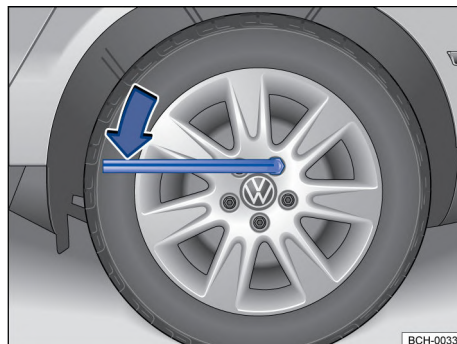

Fig. 195 Cambio de rueda: aflojar los tornillos de la rueda.
- Encajar la llave de rueda en el tornillo de la rueda hasta el tope → fig. 195.